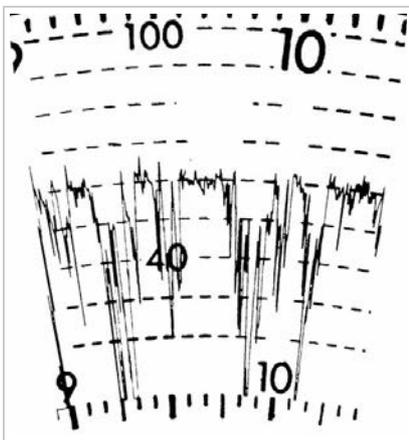

Abb. 47: Bundes- und Landstrassen
- Bundes- und Landstrassen, Abb. 47: